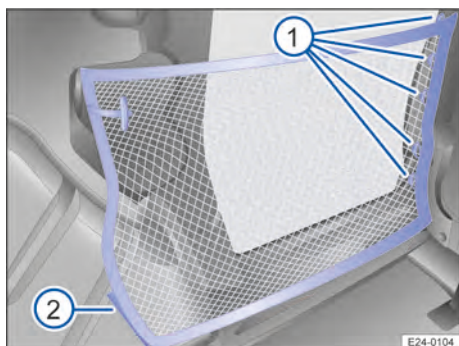

Abb. 161 Rückhaltenetz eingehängt.
3. Die fünf Halteösen in die Halterungen am Sitzgestell → Abb. 161 ① an der flexiblen Trennwand einhängen.
4. Hinteren unteren Teil des Rückhaltenetzes am Klettverschluss → Abb. 161 ② befestigen.